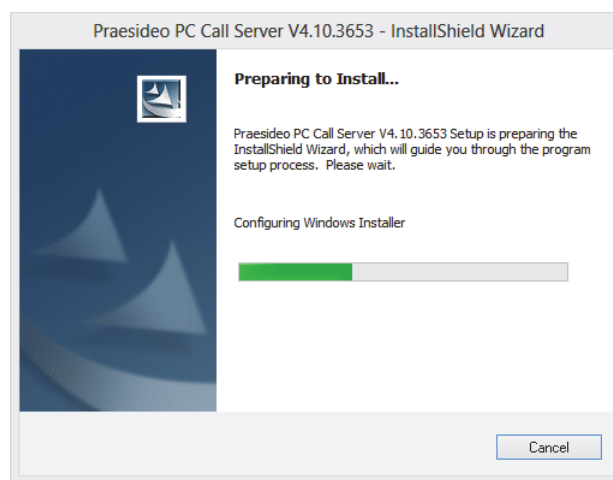

figura 60.1: PC Call Server setup program
- 3 Fare clic sul pulsante *Open* per avviare il programma di installazione del *PC Call Server*. Appare una schermata simile a quella in figura 60.1.
- 3 Fare clic sul pulsante *Open* per avviare il programma di installazione del *PC Call Server Configuration Client*. Compare una schermata simile a quella in figura 60.1, ma questa volta per il PC Call Server Configuration Client.